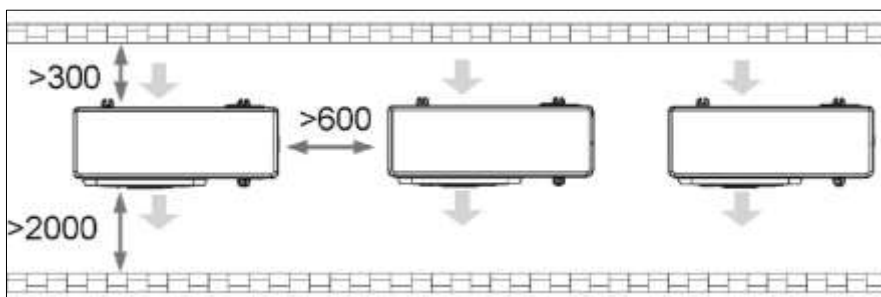

Figura 5 - unità affiancate
- la distanza tra unità affiancate e unità in parallelo (figura 5);